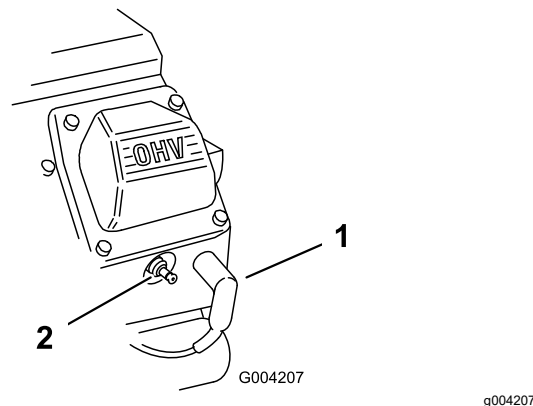

Figure 46
2. Débranchez les fils des bougies (Figure 46).
3. Rebranchez les fils des bougies (Figure 46).